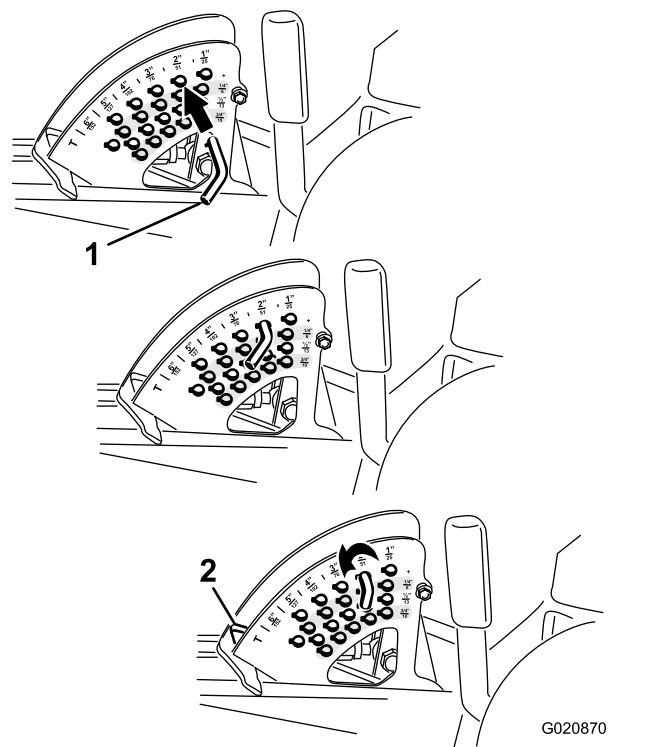

Figura 21
15 cm (6"), retire el pasador de tope de altura de corte (consulte Ajuste de la altura de corte \(página 25\)), y ponga el pasador en la posición de altura de corte de 15 cm (6") (Figura 21).
2. Para ajustar la altura de corte, gire el pasador de tope hasta que el pasador cilíndrico que contiene se alinee con las ranuras de los taladros del soporte de altura de corte, y retire el pasador (Figura 21).
3. Seleccione un taladro del soporte de altura de corte que corresponda a la altura de corte deseada, inserte el pasador y gírelo para bloquearlo en esa posición (Figura 21).
Nota: Hay cuatro filas de taladros (Figura 21). La fila superior corresponde a la altura de corte impresa encima del pasador. La segunda fila corresponde a la altura impresa más 6 mm (1/4"). La tercera fila corresponde a la altura impresa más 12 mm (1/2"). La fila inferior corresponde a la altura impresa más 18 mm (3/4"). Para la posición de 15.8 cm (6") hay un solo taladro, situado en la segunda fila. Esta posición no añade 6 mm (1/4") a la altura de 15.8 cm (6").